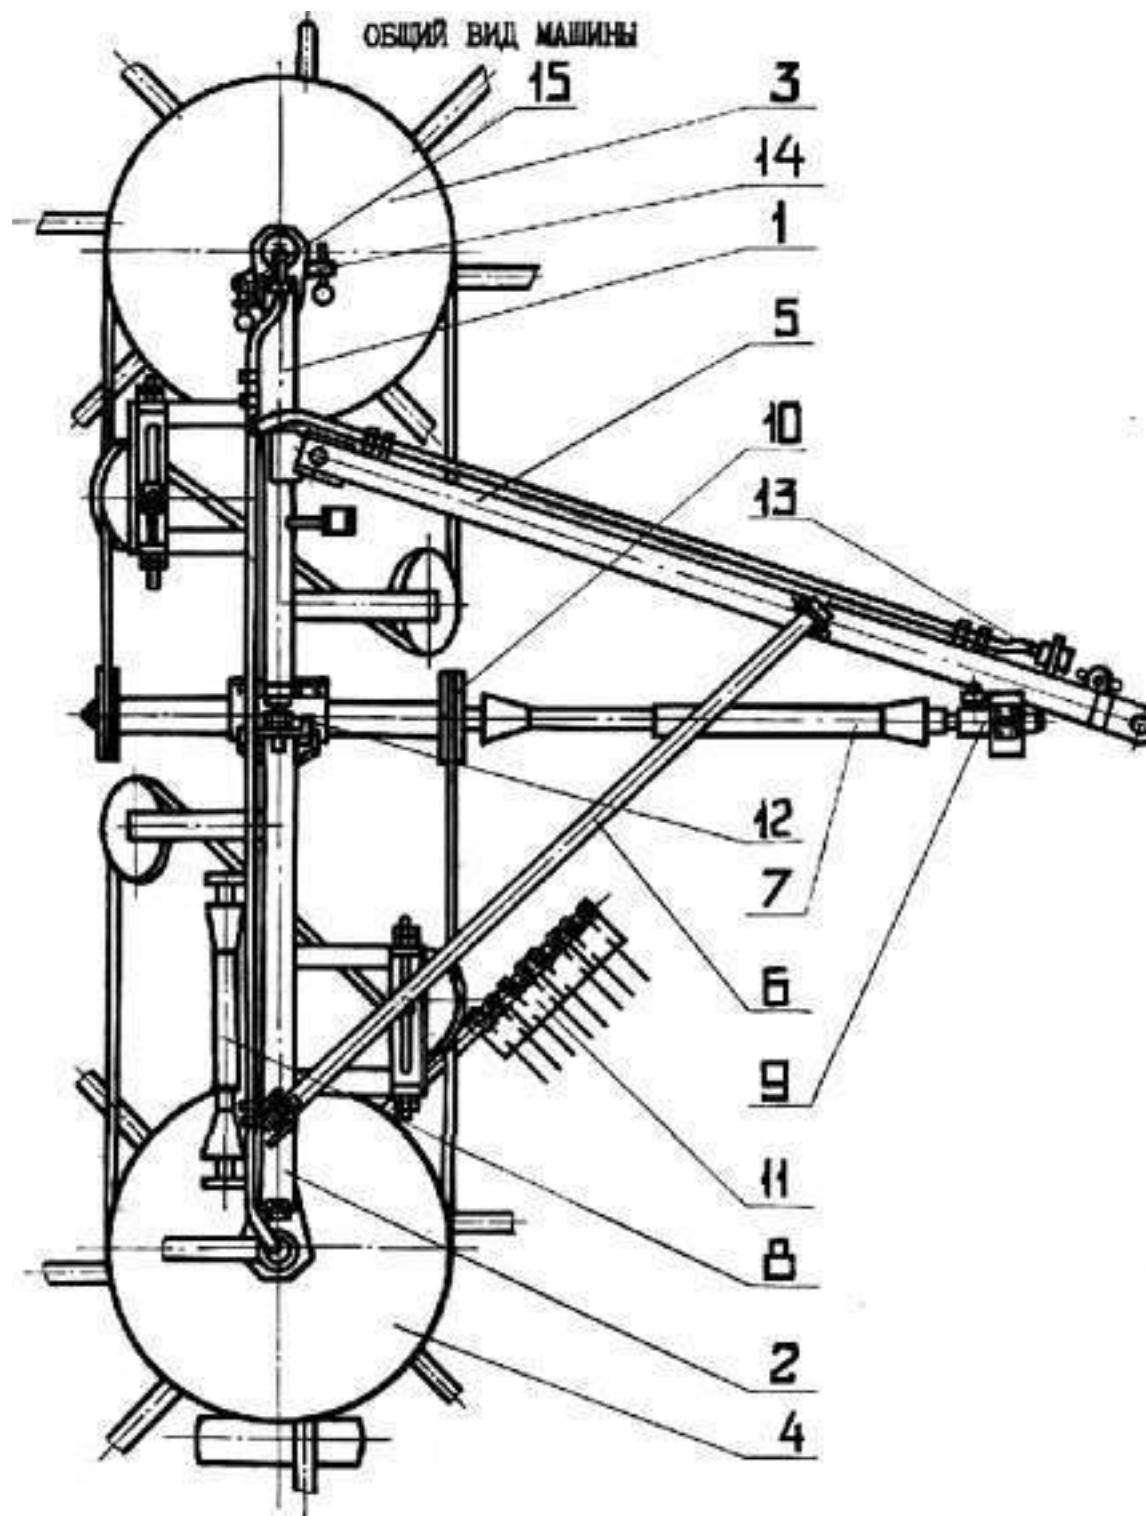

Рис. 1.2. Общий вид.
1.2. Грабли ГВР-630 /рис.1.2/ состоят из левой 1 и правой 2 рам, из левого 3 и правого 4 роторов, сница 5, штанги 6, карданной передачи 7, вала карданного от ВОМ трактора 8, цепной передачи 9, клиноременной передачи 10, граблин 11, регулировочного болта 12, гидросистемы 13, фиксатора 14 и фиксатора 15.
В транспортном положении сница устанавливается параллельно раме 1 и крепится на ней при помощи фиксатора 14 /рис.1.2/.
3.2 При погрузке и выгрузке граблей, ремонтных работах строповку троса производить только за специально обозначенные знаком строповки места /за скобы приваренные на рамках 1, 2 и с니це 5 рис. 1.2/.
3.9. При выезде на дороги общего пользования застопорите шкив ротора левого 3 при помощи фиксатора 15 /рис.1.2/. Снимите четыре граблины 1 с левого ротора /по две с каждой стороны по ходу движения/ и уложите их на левой раме 10 в ряд зубьями вверх, зафиксировав каждую в кронштейне 3 стопорным кольцом 4 и в кронштейне 5 прижимом 6 /рис.3.9/. Снимите четыре граблины 2 с правого ротора /по две с каждой стороны по ходу движения/ и уложите на снице 11 по две зубьями вправо, зафиксировав каждую пару в кронштейне 7 стопорным кольцом 4 и в кронштейне 8 прижимом 9. /рис.3.9/ Отсоедините карданный вал 8 от ВОМ трактора и установите на правую раму 2, /рис.1.2/ во избежание его поломки при подъеме навески трактора.